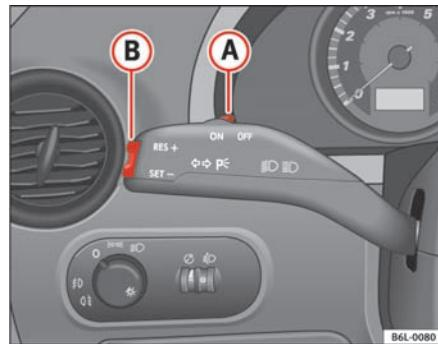

Fig. 103 Palanca de intermitentes y de luz de carretera: mando y tecla basculante para el regulador de velocidad
- Presione la parte superior de la tecla basculante **RES** ⇒ fig. 103 **B** para aumentar la velocidad. El vehículo acelerará mientras mantenga la tecla presionada. Al soltar la tecla quedará memorizada la nueva velocidad.
Si se reduce la velocidad programada pisando el pedal del freno, se desactiva el regulador de velocidad. Si quiere activar de nuevo el regulador, bastará con presionar una vez la parte superior de la tecla basculante **RES+** ⇒ página 149, fig. 103 \(B\).